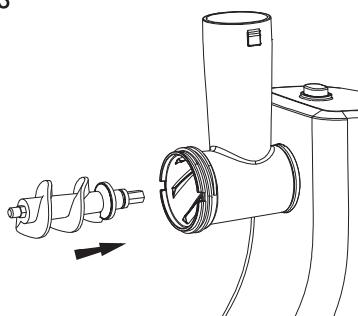

рис.4
- Установите крестообразный нож (10) (рис. 4).